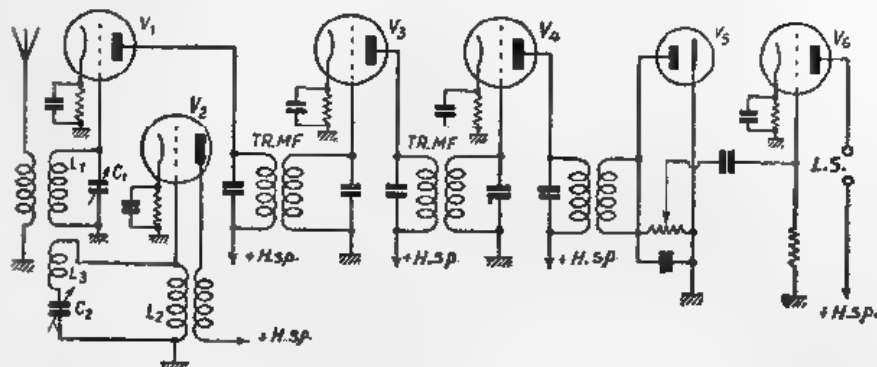

Fig. 91. Schema van de superheterodyne met afzonderlijke oscillatorlamp V_2 .
W. — Voor de frequentie-omvorming bestaan talloze systemen. Hun principe is vrijwel hetzelfde, zoodat het voldoende is als ik je de voornaamste en vooral de meest gebruikelijke beschrijf. Het oudste systeem is dat, wat in zeker opzicht het principe van de superheterodyne zelf als schema heeft (fig. 91). Een afzonderlijke heterodyne (of zooals men ook zegt: oscillator) V_2 bevat in den trillingskring L_2C_2 een kleine „koppelspoel” L_3 , die inductief gekoppeld is met spoel L_1 van den ingangskring. Dank zij deze koppeling brengt de oscillator zijn trillingen over in den kring L_1C_1 . Zoo worden dan aan het rooster van lamp V_1 tegelijkertijd twee wisselspanningen gegeven: die van de antenne en die van den oscillator. De plaatstroom vertegenwoordigt dan ook de trilling, die het resultaat is van de superpositie der beide aan het rooster gegeven trillingen: dat zal dan de midden-frequente stroom zijn. Zooals ik den ontvanger heb geteekend, bevat hij achtereenvolgens twee versterkingstrappen voor M.F. (V_3 en V_4), gekoppeld door transformatoren met afgestemde primaire en secundaire. Vervolgens komt de diode-detector (V_5) en de L.F. versterking (V_6).